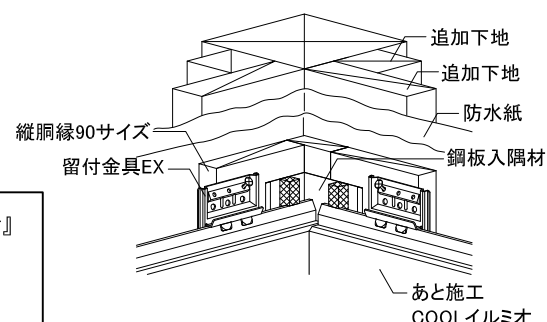

図3 あと施工COOLイルミオの施工
- 実に留付金具EXを確実に納め、モエン用釘（ステンレスリング釘 $\phi 2.3 \times 38\text{mm}$ ）または専用ビス（ $\phi 4.1 \times 35\text{mm}$ ）を用い、先に施工したCOOLイルミオに突き付けて留め付ける。（図3参照）